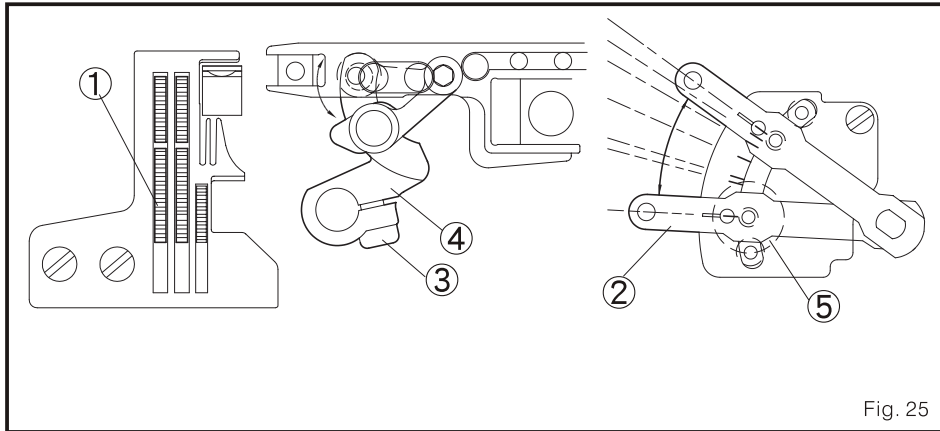

Fig. 25
C. Gire a roda da faixa para uma posição específica. Tenha certeza que a atividade de transportar do transportador dentado diferencial 1 fique em zero, o que significa que embora a barra balanceadora 2 se mexa de topo para baixo, o transportador dentado diferencial 1 se mantenha no seu lugar. (Fig. 25)